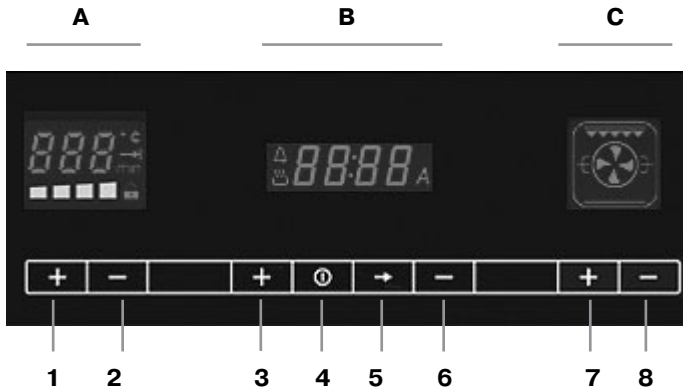

Рис. 1. Панель управления
**Освещение горит в среднем 5 минут. Через указанное время, для энергосбережения, освещение отключается автоматически. Чтобы включить подсветку, не сбивая выполняемой программы, нужно кратковременно воздействовать на пиктограмму 3 «+» или 6 «-» (см. рис.1) панели управления.**
Предварительный нагрев завершится, когда будет достигнута заданная температура, при этом во время работы данного цикла изменить температуру с помощью органов управления термостатом нельзя. О завершении нагрева Вас оповестит звуковой сигнал, включится символ освещения духовки на линейке пиктограмм (позиция 6 на рис. 1) и само освещение внутри духовки. Теперь
Далее с помощью сенсорного переключателя   (позиция 5 на рис.1) Вы можете выбирать любой режим работы духового шкафа, наблюдая за процессом переключения режимов на линейке пиктограмм режимов (позиция 6 на рис.1). При этом на дисплее термостата будет индицироваться автоматически предлагаемая для этого режима температура.